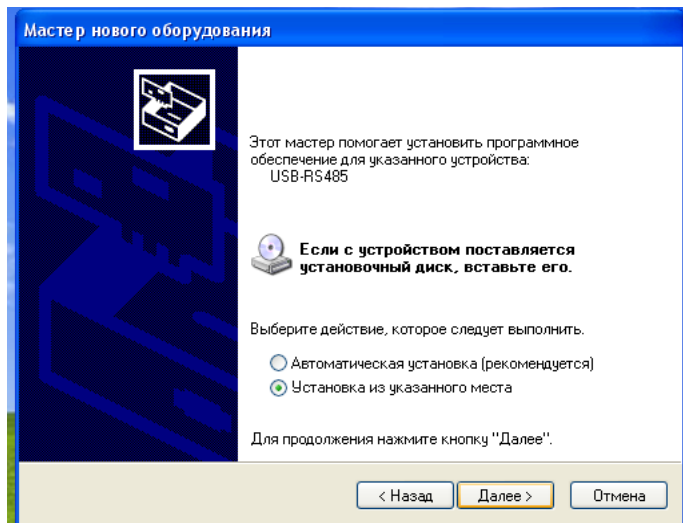

Рисунок 7
- В следующем окне выбрать «Установка из указанного места» (см. рисунок 7).